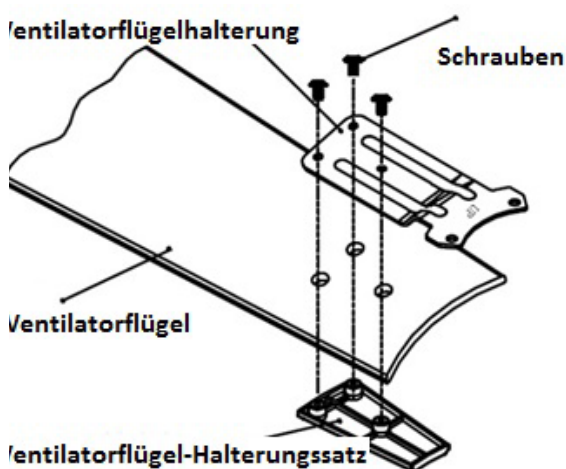

Abb. 8
- Bringen Sie die Flügelhalterung am Ventilatorflügel an und sichern Sie die Halterung am Ventilatorflügel, indem Sie die 3 Schrauben fest anziehen. Abb. 8